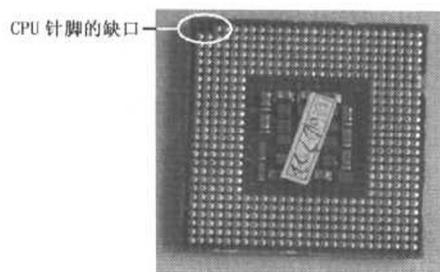

图 1-11 CPU 针脚的缺口
- ④ 在 CPU 针脚上找到针脚的缺口，如图 1-11 所示。